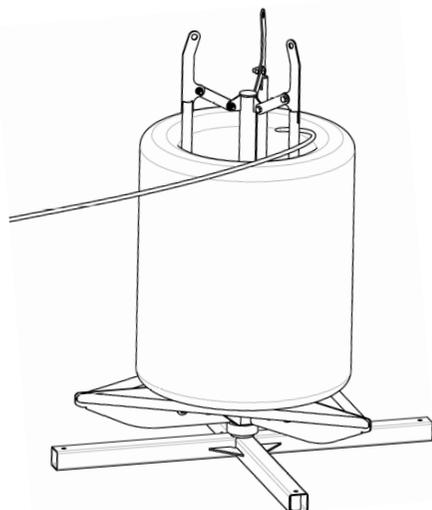

Рис.4. Схема разматывания бухты.
2. Бухту разматывать, начиная с внутренних витков, вынимая их через верх бухты (Рис. 4)